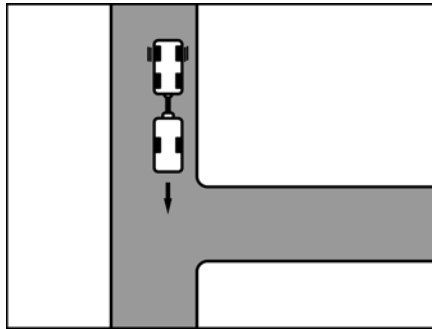

Bild 10 Start
- Kör mot infarten så långt att husvagnens bakdel befinner sig ungt. framför infarten (Bild 10).